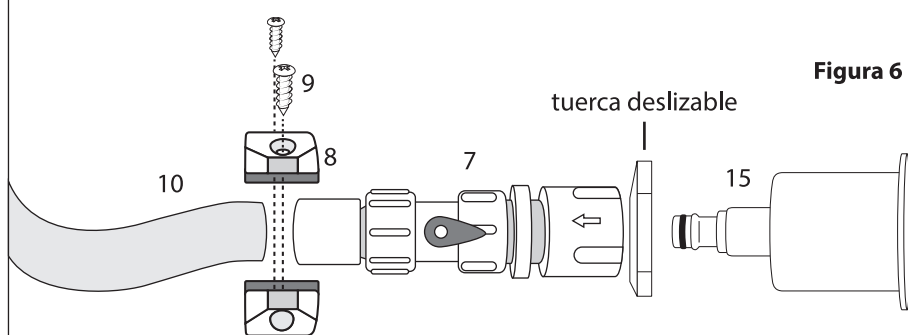

Figura 6
- A - Remueva la tuerca deslizable que sostiene la "boquilla de riego" en su lugar de la boquilla de impulsión más cercana al extremo poco profundo. Remueva la boquilla de riego direccional. Inserte la boquilla de riego de inserción de conexión fácil (15) a través de la tuerca deslizable y enganche el ensamble conector con válvula para manguera (7). Este es su adaptador de impulsión. (Figura 6)